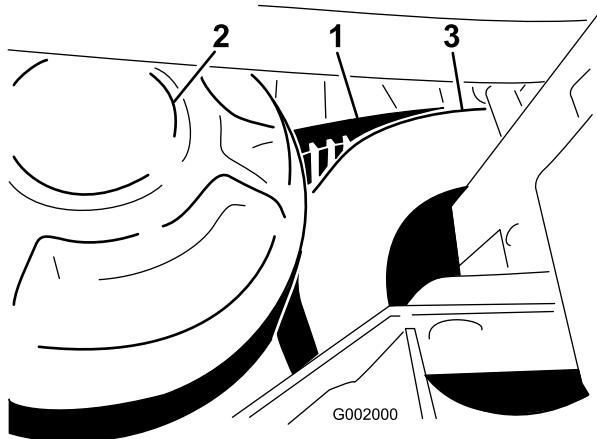

Figura 64
1. Haga girar la correa y llévela sobre el embrague secundario (Figura 64).